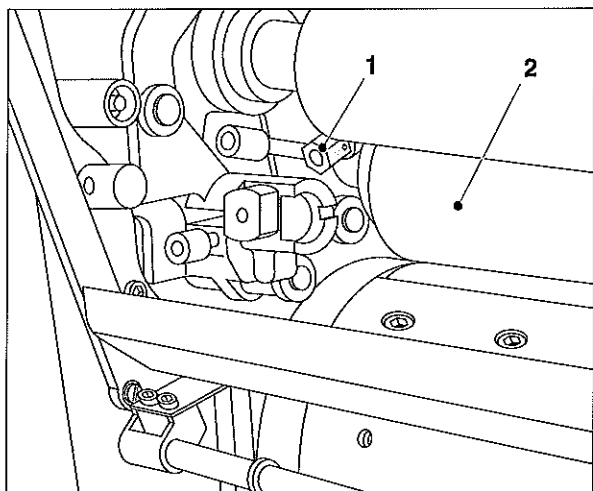

図 18 インキ着けローラ 3
1. 駆動側と操作側のローラロック (図 18/1) を開きます。
2. インキ着けローラ 3 (図 18/2) を取り出します。